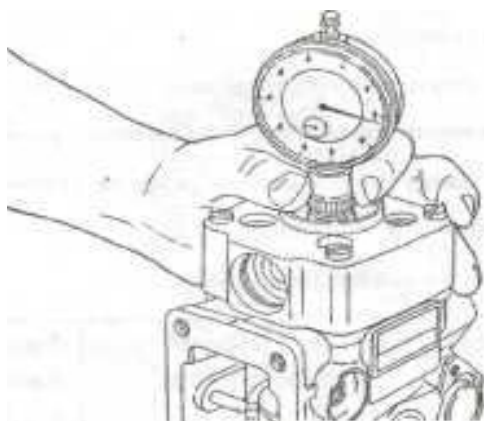

Рис.65.Определение размера "К"
**ОПРЕДЕЛЕНИЕ РАЗМЕРА "К"** 1.Поверните приводной вал насоса до тех пор, пока плунжер не достигнет нижней мертвой точки. 2.После установки шкалы индикатора в положение "О" определите размер "К" пользуясь мерительным приспособлением (157829-0420). 3.Отрегулируйте с помощью прокладок (52) размер "К" до требуемой величины (рис.65). 4.Удалите головку насоса и плунжер.